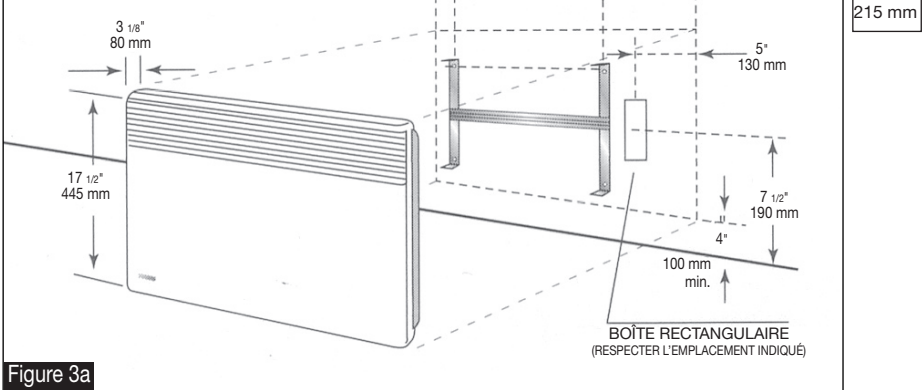

Figure 3a
- 2- Utiliser le dossieret comme gabarit de marquage en le déposant au sol contre le mur. Utiliser les repères B pour marquer les fixations inférieures. Avec le gabarit l'appareil sera installé à 4" (10 cm) du sol (Figure 3a & 3b).
- Le branchement de l'appareil doit se faire dans une boîte de raccordement rectangulaire préalablement installée dans le mur (Figure 3a). Elle doit être de dimensions appropriées pour recevoir le ou les câbles de raccordement et le couvercle de 2 3/4" x 4 1/2" (7 cm x 11,5 cm) fourni avec le câble de l'appareil.